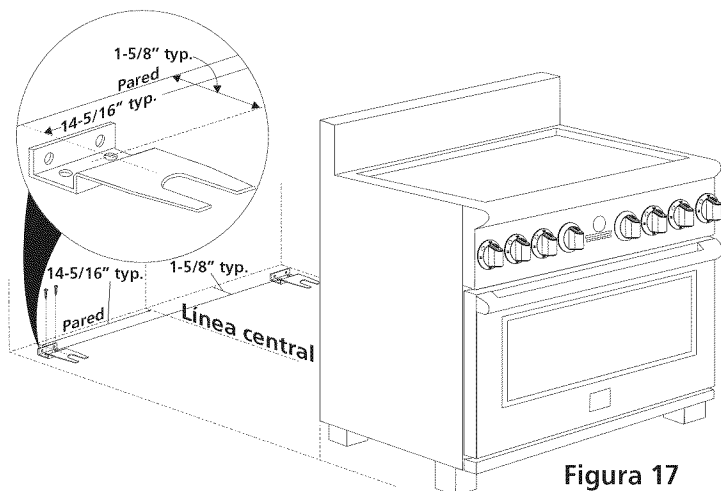

Figura 17
5. Quite la plantilla y coloque los soportes en piso (véase figura 17). Alinee los agujeros en soporte con las marcas en piso y una el soporte usando los tornillos proporcionados. El soporte se debe asegurar al piso sólido. Si se ajusta a un piso concreto, primero taladre agujeros con un diámetro de 3/16" (4.8 milímetros) usando un taladro de la albañilería.